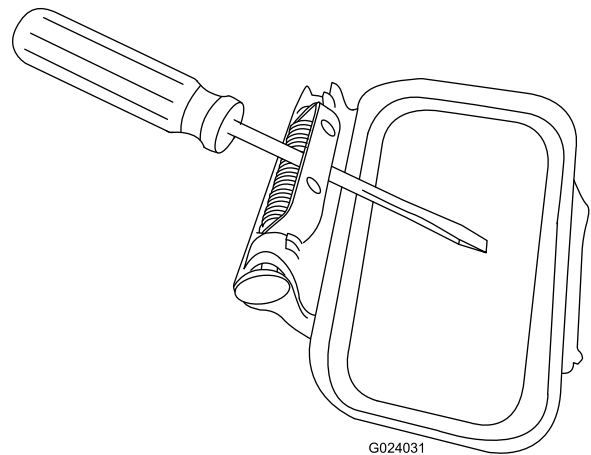

Figure 10
6. Calez le volet d'éjection latérale ouvert à l'aide d'un grand tournevis de manière à pouvoir le monter sur le carter du tablier de coupe (Figure 10).